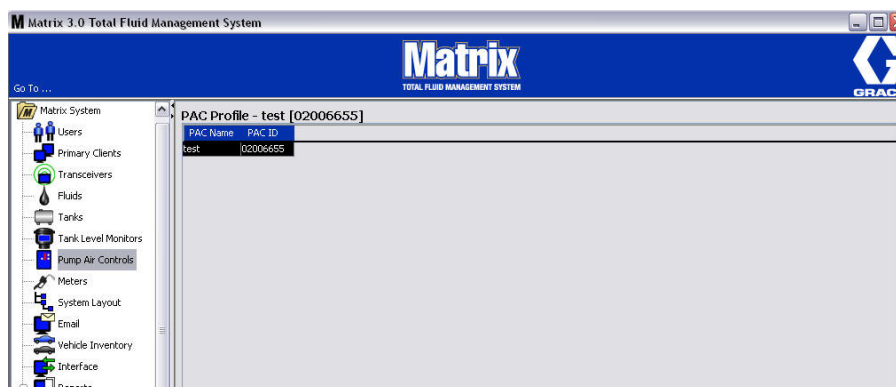

FIG. 116
6. El PAC vinculado aparece en la pantalla principal, tal como se representa en la FIG. 116.